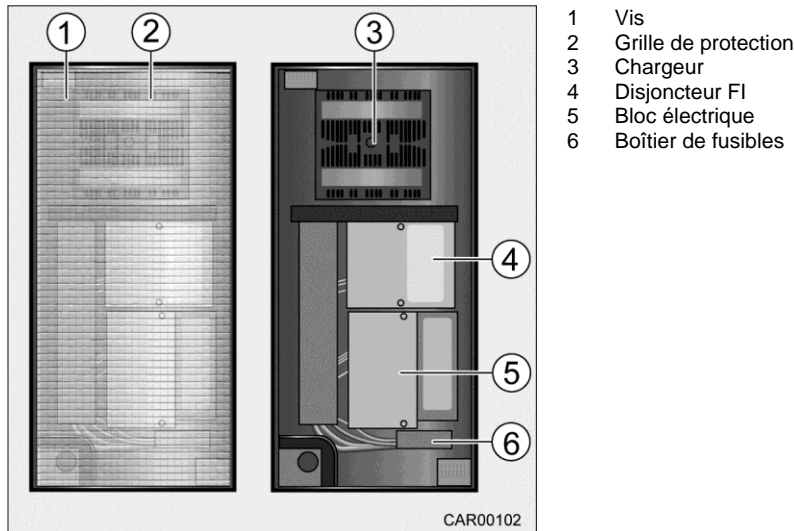

Fig. 105 Bloc électrique dans le garage
Le bloc électrique (Fig. 105/5) est installé dans le garage derrière une grille de protection (Fig. 105/2). Derrière la grille de protection (Fig. 105/2) se trouve également un boîtier de fusibles gris (Fig. 105/6) pour d'autres consommateurs et options spéciales 12 V.
Pour protéger l'appareil d'une fausse manipulation, le bloc électrique (Fig. 105/5) et le chargeur (Fig. 105/3) sont installés derrière une grille de protection (Fig. 105/2) perméable à l'air et amovible.
1. Desserrer les vis (Fig. 105/1) les unes après les autres en les tournant un quart de tour dans le sens anti-horaire.
2. Enlever la grille de protection (Fig. 105/2).
3. Une fois les travaux terminés, immédiatement remettre en place la grille de protection (Fig. 105/2).
- Pour protéger l'appareil d'une fausse manipulation, immédiatement remettre en place la grille de protection (Fig. 105/2) sur le bloc électrique (Fig. 105/5) après les travaux.
Le chargeur (Fig. 105/3) a été spécialement développé pour le secteur des caravanes et des bateaux pour charger des batteries gel de 12 V.